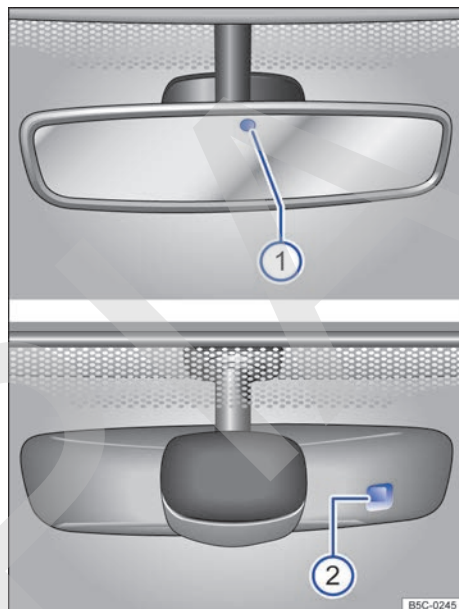

Fig. 81 En el parabrisas: retrovisor interior antideslumbrante automático.
Con el encendido conectado, los sensores miden la incidencia de la luz por detrás → fig. 81 ① y por delante ②.